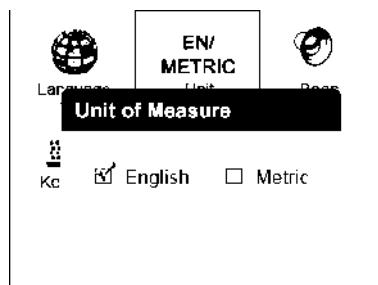

Рисунок 3-4
- 2) В окне **Unit of Measure** [Единицы измерения] с помощью кнопки прокрутки влево/вправо выберите необходимую систему единиц измерения. См. рисунок 3-4.